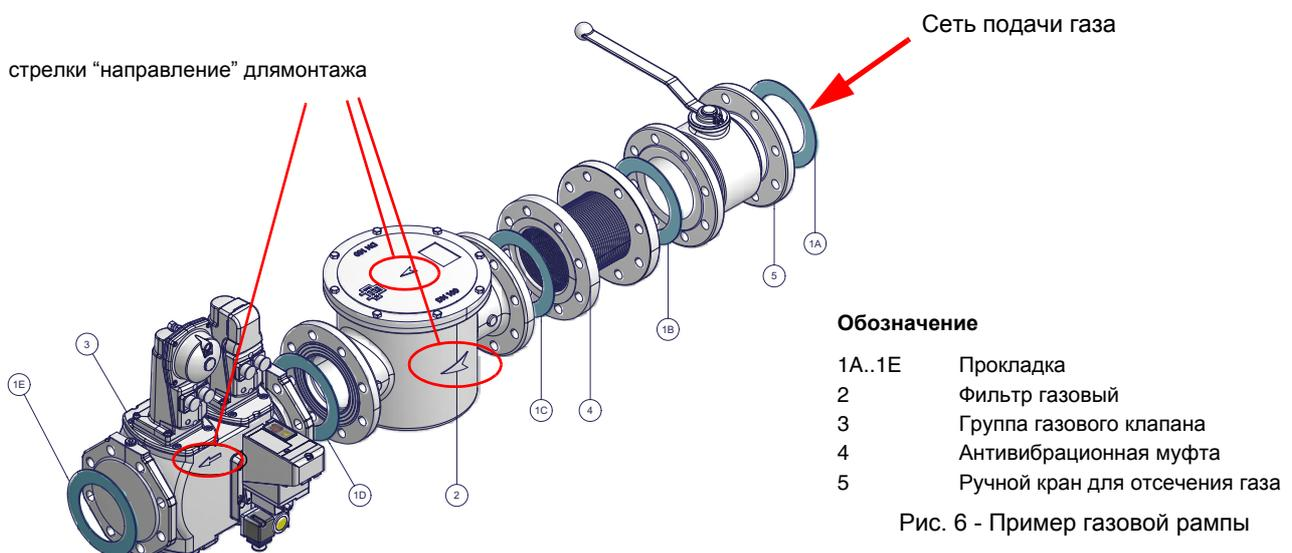

Рис. 6 - Пример газовой рампы
1) при фланцевых соединениях: между соседними компонентами устанавливать прокладку (1A..1E - Рис. 6), совместимую с
ВНИМАНИЕ: после монтажа газовой рампы согласно схеме на Рис. 6, необходимо провести тестирование на герметичность газового контура, согласно требований действующих нормативов.